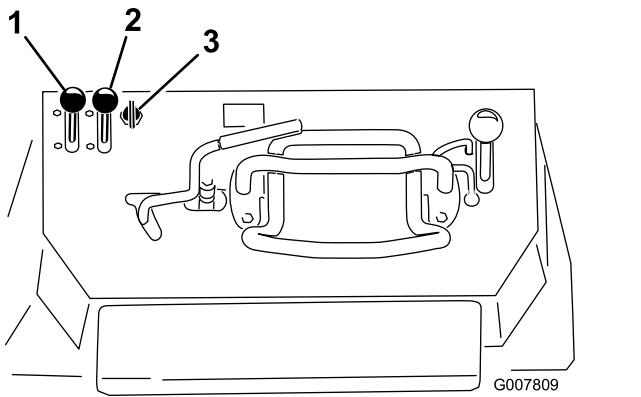

Figura 19
1. Mueva la palanca del acelerador a un punto intermedio entre las posiciones de LENTO y RÁPIDO (Figura 19).
2. Mueva la palanca del estárter a la posición de ABIERTO (Figura 19).
- En máquinas de arranque eléctrico, gire la llave a la posición de CONECTADO (Figura 19). Cuando el motor arranque, suelte la llave.
4. Mueva gradualmente la palanca del estárter a la posición de DESCONECTADO (Figura 19). Si el motor se cala o funciona de forma irregular, active el estárter otra vez hasta que el motor se caliente.
5. Mueva la palanca del acelerador a la posición deseada (Figura 19).
2. Mueva la palanca del acelerador a la posición de LENTO (Figura 19).